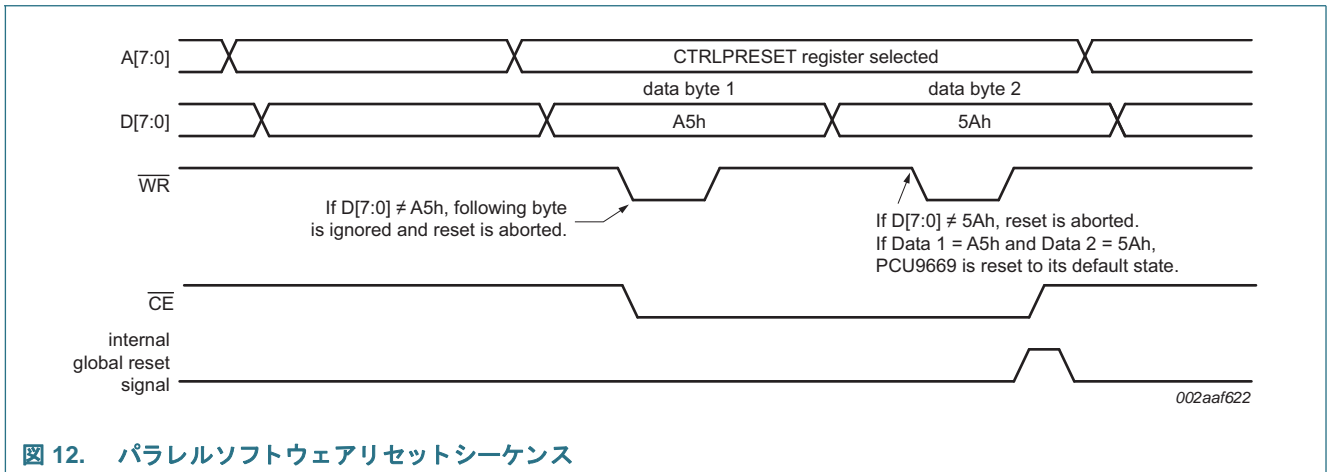

図 12. パラレルソフトウェアリセットシーケンス
- パラレルソフトウェアリセットシーケンスを使用する (図 12 を参照)。ホストはバスコントローラへの連続する 2 つのパラレルバス書込みを通じ、ターゲットチャンネルの CTRLPRESET レジスタに書き込まなければなりません。最初のバイトは「A5h」、次のバイトは「5Ah」です。